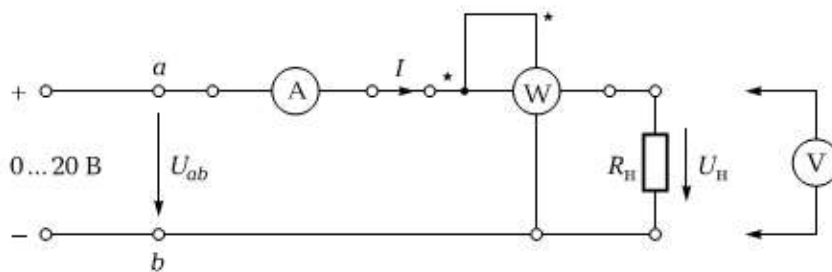

Рис. 1.1. Схема ЭЦ для проверки основных параметров электроизмерительных приборов
2. Собрать ЭЦ в соответствии с рис. 1.1. В качестве нагрузки использовать резистор R_1 платы стендовой панели. Подключить ЭЦ к источнику постоянного напряжения $U = \dots В$.
4. Установить на выходе источника питания напряжение $U = \dots В$ и снять показания амперметра (I) и ваттметра (P). Измерить напряжение на нагрузке U_n . Данные измерений занести в таблицу. Повторить измерения при изменении напряжения питания. Данные измерений занести в таблицу.